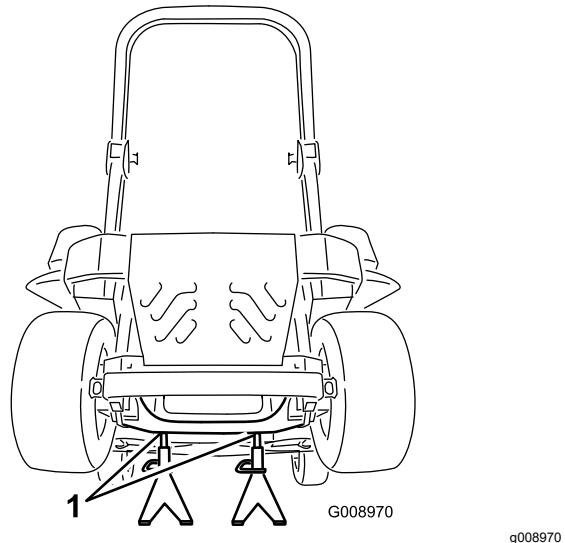

Figura 111
3. Levante la máquina y apóyela sobre gatos fijos (Figura 111).
9. Retire los gatos fijos y baje la máquina (Figura 111).